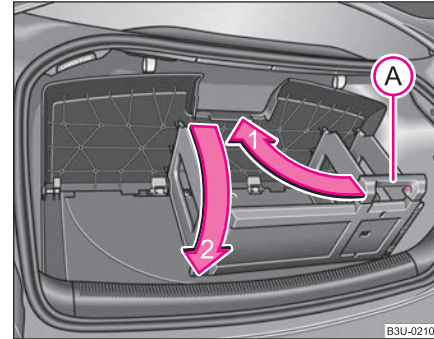

Fig. 83 Coborârea cutiei pliante
- Apăsați partea inferioară a mânerului (A) ⇒ fig. 83 și rabatați rafturile în sensul indicat de săgeata 1. Rafturile trebuie să se fixeze cu zgomot în capac. ▶